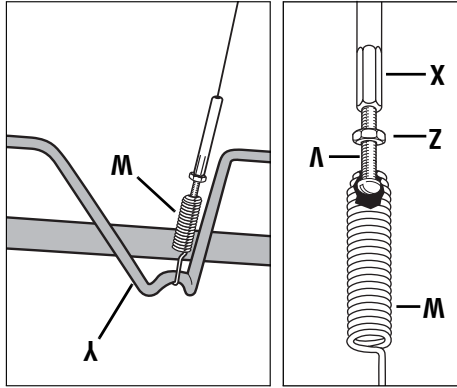

Fig. 2-5: Ressort et dispositif de réglage du câble d'embrayage sur la barre d'embrayage de la marche avant.
2. Filetez l'écrou n° 10 - 24 à six pans (Z, Fig. 2-5) à mi-hauteur sur la vis (V) qui
3. Filetez la vis (V) dans le dispositif de réglage du câble passe dans le ressort (W, Fig. 2-5).